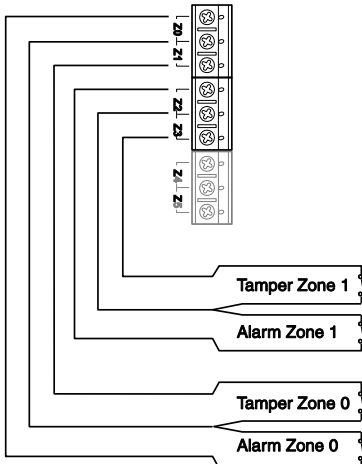
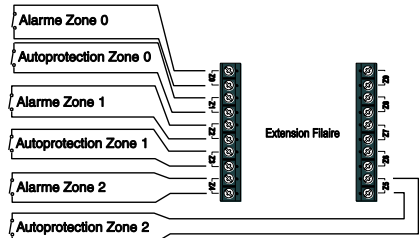

Figure 23 Câblage NF des zones centrale
Figure 24 Câblage NF des zones extension
La figure 23 montre le câblage en normalement fermée (NF) pour la centrale. La figure 24 montre le câblage en normalement fermée (NF) pour l'extension. Notez que le câblage est différent entre la centrale et l'extension.